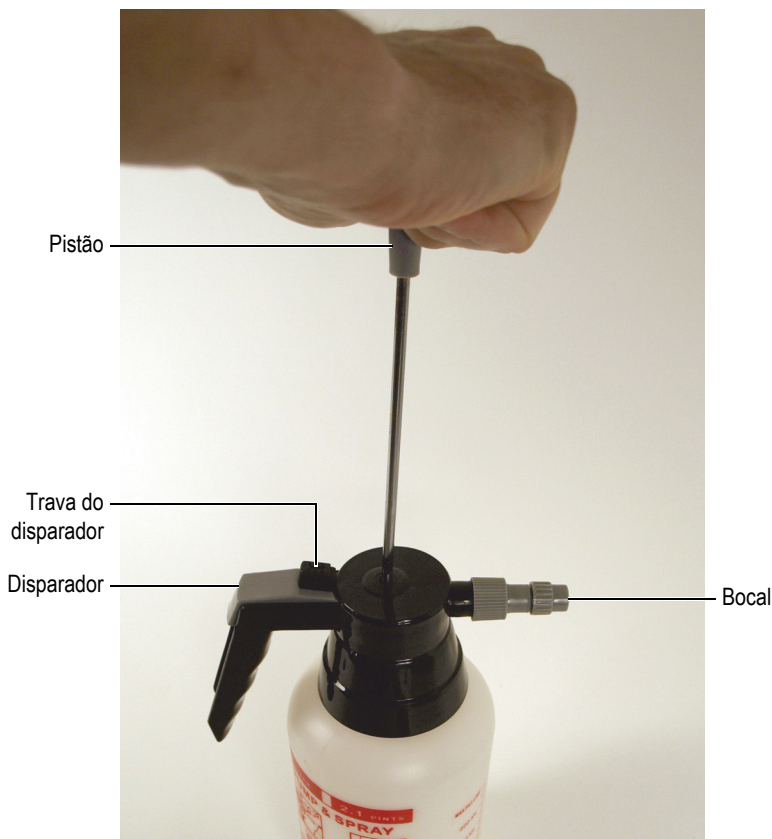

Figura 1-7 O pistão da bomba manual e mecanismo de gatilho
3. Bombeie o pistão quinze a vinte vezes para pressurizar a bomba manual (Figura 1-7 na página 32).